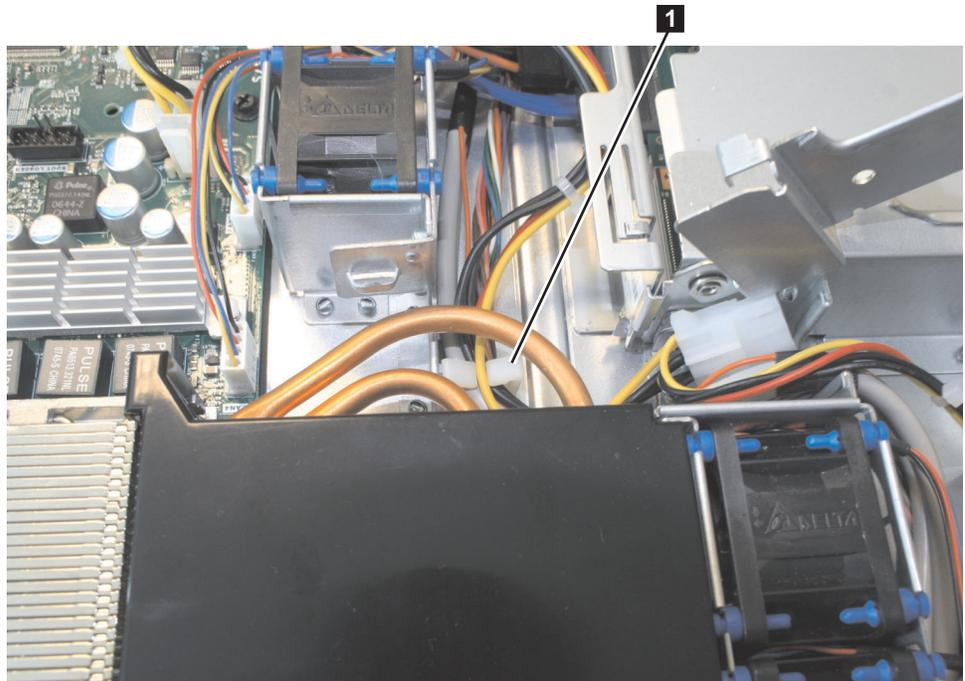

図 128. SAN ボリューム・コントローラー 2145-8A4 電源機構ケーブル用の保持クリップ
6. P5 コネクターのある電源機構ケーブルを CD/DVD インターフェース・カードに配線して、それを 157 ページの図 128 に示すように、シャーシ上の保持クリップ **1** の下に固定します。